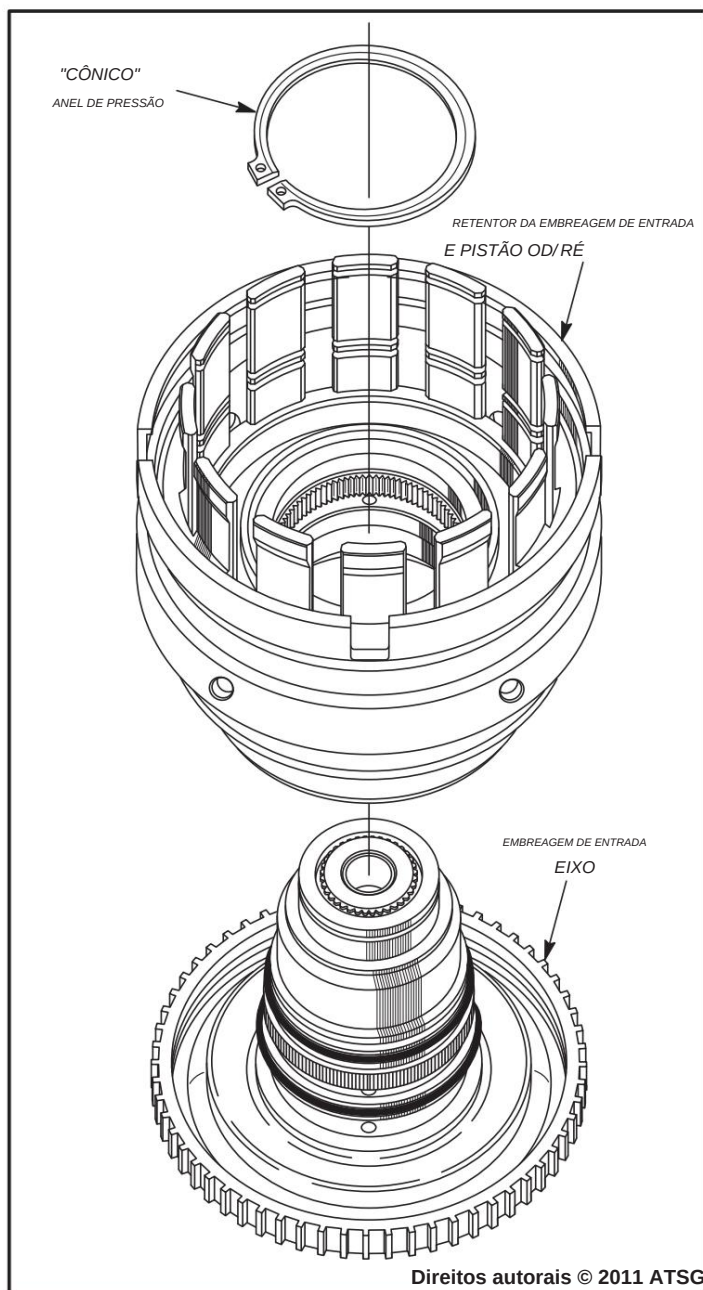

Figura 99
15. Instale o retentor da embreagem de entrada e o conjunto do pistão OD/Reverso no cubo da embreagem de entrada, conforme mostrado na Figura 99.
16. Instale o anel elástico **cônico** do retentor da embreagem de entrada, com o **lado cônico voltado para cima**, na ranhura do cubo da embreagem de entrada, conforme mostrado na Figura 99.